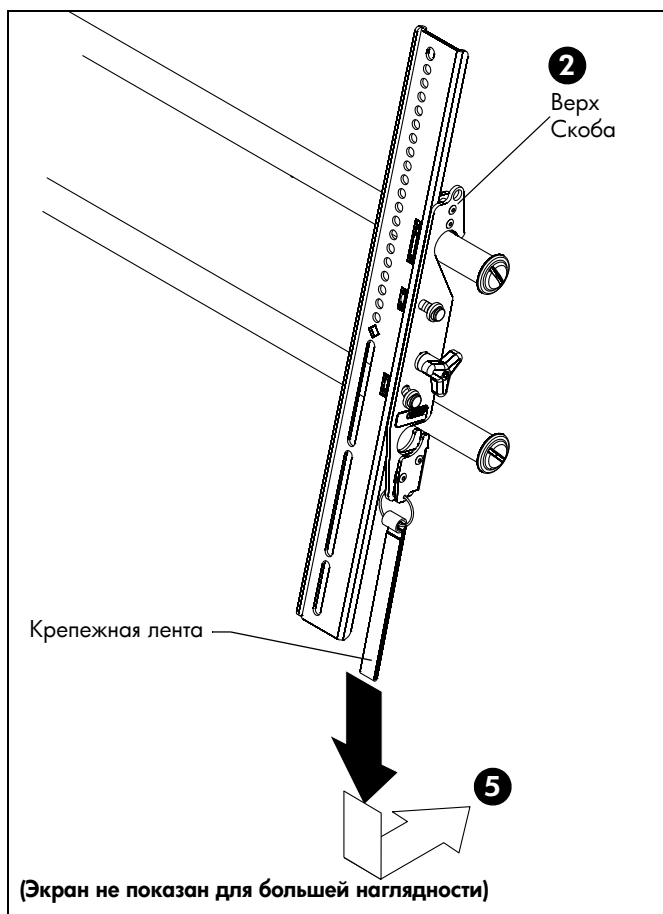

рис. 8
2. Повесьте верхние скобы соединительных кронштейнов на верхнюю рейку системы крепления. (См. рис. 8)
5. Потяните крепежные ленты вниз и заверните их к стене — таким образом вы прикрепите соединительные кронштейны к нижней рейке и зафиксируете нижний край экрана в системе крепления. (См. рис. 8)